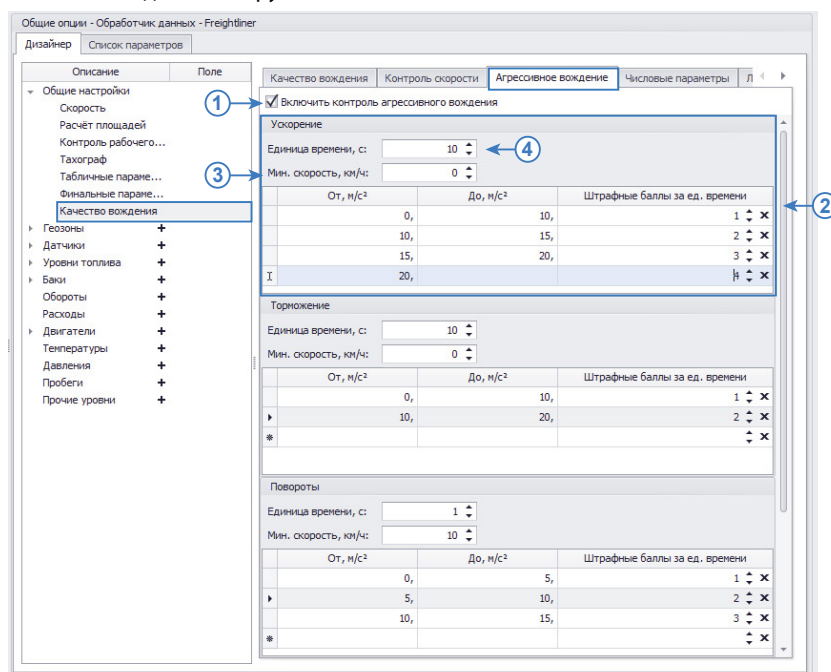

Рис.198. Настройка контроля агрессивного вождения.
Для того чтобы программа «АвтоГРАФ 5 ПРО» выставляла штрафные баллы за каждый тип нарушения, необходимо перейти на вкладку «Агрессивное вождение» и установить галочку напротив настройки «Включить контроль агрессивного вождения» (**Рис.198, п.1**), затем задать баллы за каждый тип нарушения.
- На вкладке «Агрессивное вождение» приведены отдельные настройки для каждого события. Для того чтобы за определенное нарушение выставались штрафные баллы, необходимо составить таблицу с диапазонами ускорений и для каждого диапазона задать штрафные баллы, которые будут начисляться. На **Рис.198, п.2** приведен пример настройки штрафов за резкие ускорения.
- Конечные точки диапазона всегда включены в этот диапазон, т.е. за ускорение на 10 м/с^2 за 1 единицу времени будет начислен 1 штрафной балл, а не 2 (при настройках, как на **Рис.198**).
- Каждый тип нарушения фиксируется только в том случае, если превышен заданный для этого нарушения порог минимальной скорости. Порог минимальной скорости задается в поле «Мин. скорость, км/ч» (**Рис.198, п.3**).
- Штрафные баллы начисляются за единицу времени. Для каждого типа нарушения предусмотрена отдельная единица времени, которая задается в строке «Единица времени, с» (**Рис.198, п.4**). При настройках, приведенных на **Рис.198** за резкое ускорение ТС заданное количество штрафных баллов будет начисляться за каждые 10 секунд нарушения, например за резкое ускорение на 5 м/с^2 в течение 5 секунд будет начислено 0,5 штрафных балла.